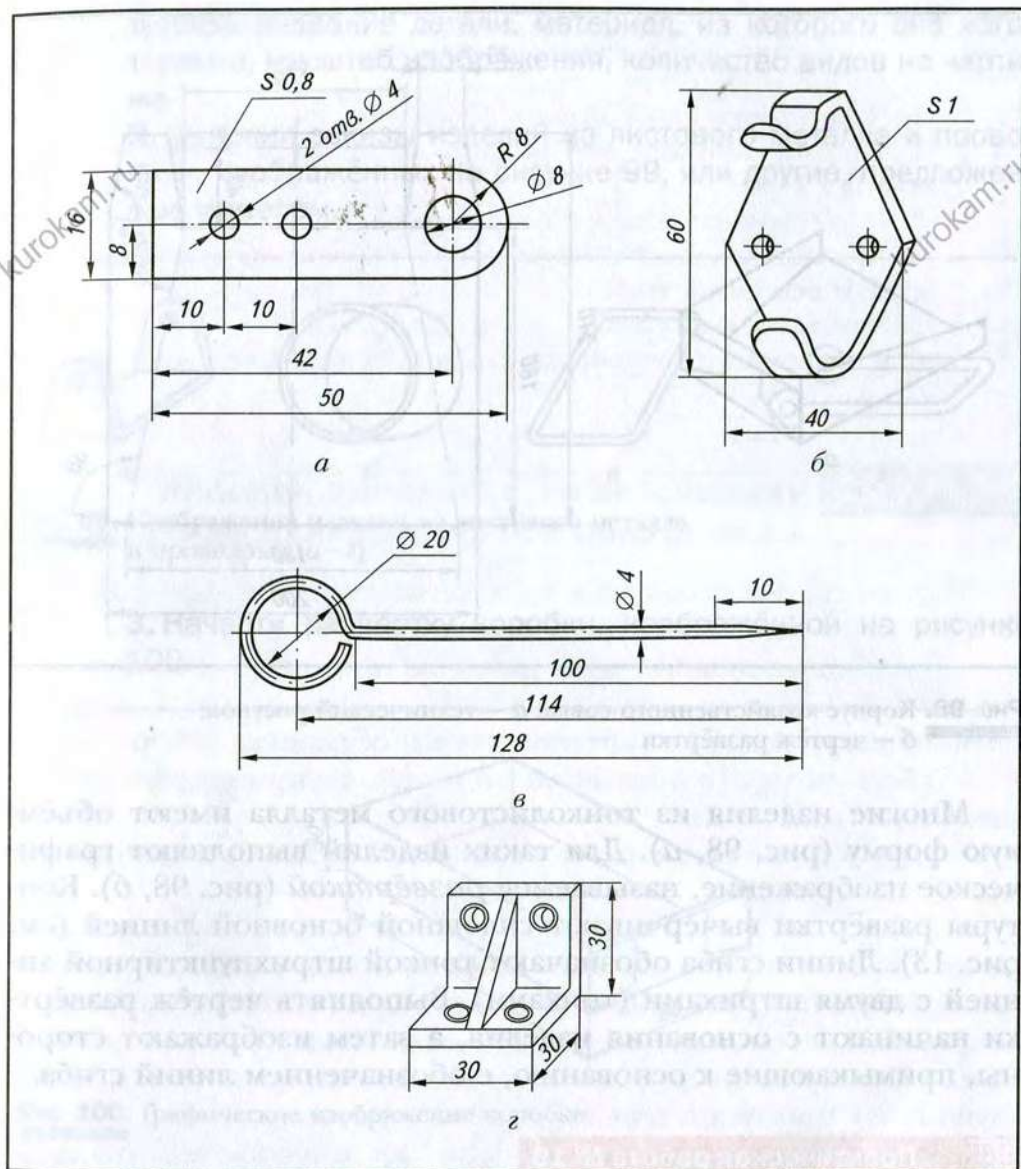

Рис. 97. Графические изображения деталей из металла и пластмассы:
Запись $R8$ на чертеже (рис. 97, а) означает: радиус закругления контура детали равен 8 мм; запись $S0,8$ — толщина детали составляет 0,8 мм. Центры отверстий показывают на чертежах штрихпунктирными линиями, пересекающимися под прямым углом (рис. 97, б).
Если деталь изготовлена из проволоки диаметром менее 2 мм, то её изображают одной сплошной основной линией. Если диаметр проволоки более 2 мм — двумя параллельными сплошными линиями (рис. 97, в).
4. По чертежу (рис. 97, а) выполни технический рисунок изделия.